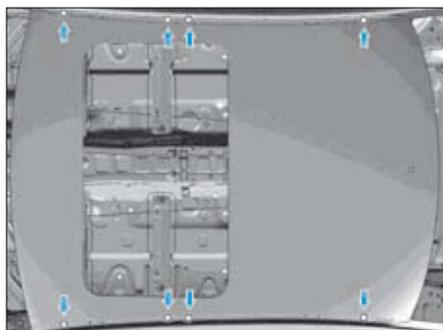

FIG. 123
- Percer les points de soudure sur le pavillon avec un foret de Ø 5 mm (flèches) (Fig.123).